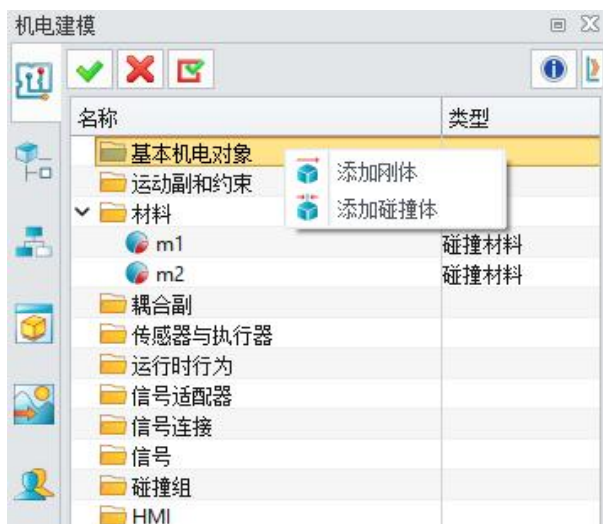

图 5-9: 添加刚体
- 右键单击“基本机电对象”，然后选择“添加刚体”。(图 5-9)